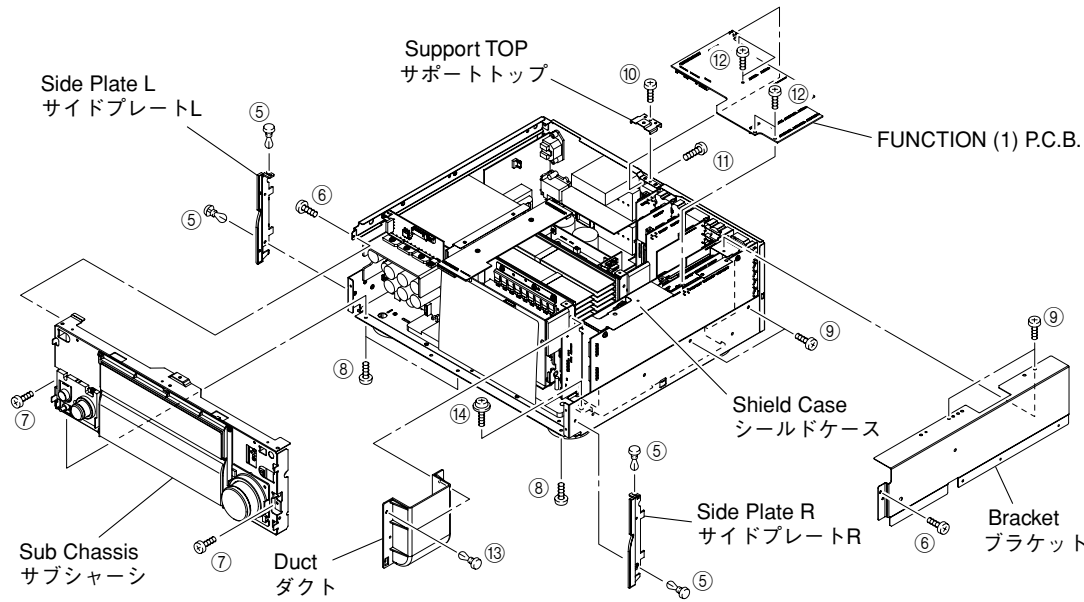

Fig. 2
- a. Remove 4 push rivets (⑤) and then remove the Side Plates L/R. (Fig. 2)
- b. Remove 2 screws (⑥), 2 screws (⑦) and 3 screws (⑧). (Fig. 2)
- d. Remove the Sub Chassis forward. (Fig. 2)
- a. ⑤のプッシュリベット4本を外し、サイドプレートL/Rを取り外します。(Fig. 2)
- b. ⑥のネジ2本、⑦のネジ2本、⑧のネジ3本を外します。(Fig. 2)
- d. サブシャーシを前方に取り外します。(Fig. 2)
4. Removal of FUNCTION (1) P.C.B.
- a. Remove 4 screws (⑨) and then remove the Bracket. (Fig. 2)
- b. Remove 1 screw (⑩) and then remove the Support Top. (Fig. 2)
- e. Remove the FUNCTION (1) P.C.B. which is connected directly to the lower P.C.B. with connectors. (Fig. 2)
- a. ⑨のネジ4本を外し、ブラケットを取り外します。(Fig. 2)
- b. ⑩のネジ1本を外し、サポートトップを外します。(Fig. 2)
- e. FUNCTION(1)P.C.B.を取り外します。(Fig. 2)
5. Removal of DSP, FUNCTION (2), INPUT (5), D-VIDEO, A-VIDEO (1), (2) P.C.B.s
- a. Remove 2 push rivets (13) and then remove the Duct. (Fig. 2)
- b. Remove 1 screw (14). (Fig. 2)
- a. ⑬のプッシュリベット2本を外し、ダクトを取り外します。(Fig. 2)
- b. ⑭のネジ1本を外します。(Fig. 2)